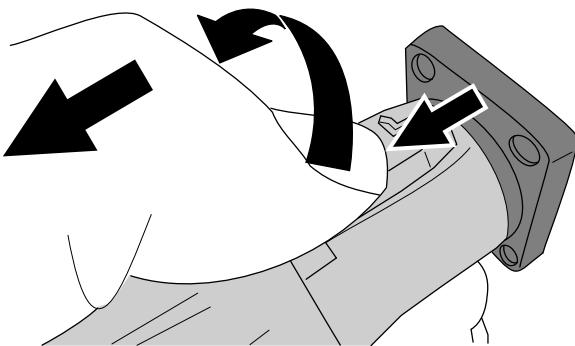

Figure 36
8. Faites coulisser le bouton sur la fiche en arrière, tournez la fiche dans le sens antihoraire et sortez-la de la prise (Figure 36).